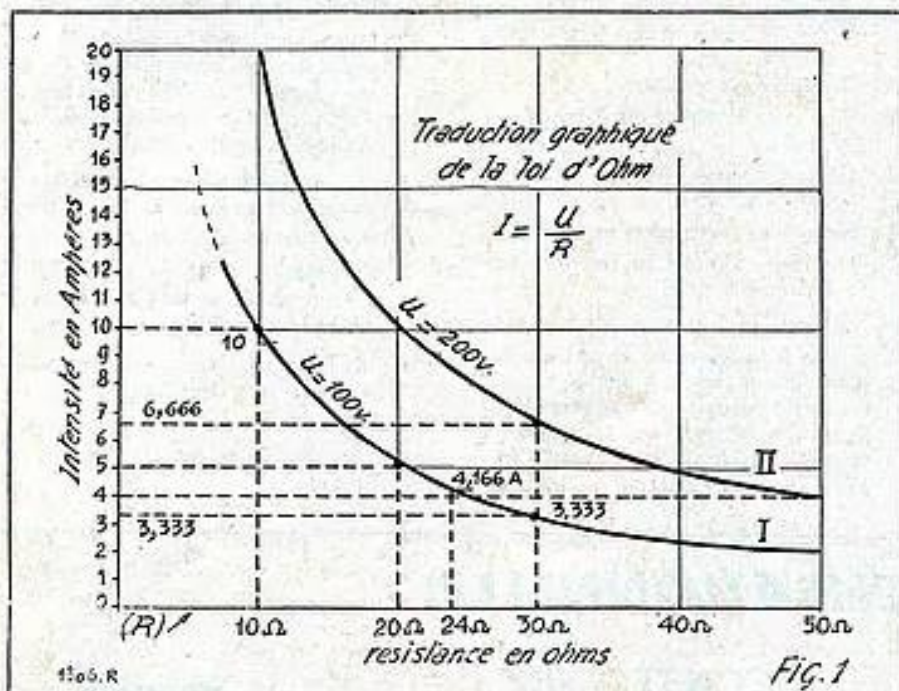

FIG. 1. — Nous prendrons des chiffres simples, soit : $U = 100$ volts et R ayant successivement les valeurs : 10, 20, 30, 40 et 50 ohms.
d) — Ensuite, si le mal persiste, c'est sur la bobine de filtrage (ou d'excitation du haut-parleur) que devront se porter nos doutes. La vérification de la bobine de filtrage se fait facilement à l'ohmmètre. Les courts-circuits intermittents entre spires (ou entre couches) sont assez rares et provoquent des augmentations de HT assez faibles accompagnées d'un accroissement du ronflement. Les courts-circuits entre bobinage et masse sont plus fréquents et entraînent des chutes complètes et rapides de la haute tension après filtrage (position V, du voltmètre : voir figure 1 de notre article dans le numéro 43).
La représentation schématique en est des plus simples puisqu'il ne s'agit que d'une triode à chauffage direct. La grille est l'électrode de commande avec ouverture en forme de point d'exclamation. Et c'est au travers de cette ouverture, qu'est visible la plaque ou anode lumineuse ; elle laisse apparaître une barre lumineuse dont la longueur maximum peut être de 14 mm (figure 1). Aussi, est-ce par une sorte de fantaisie imitative que sur la
NOUS donnons fig. 1 et 2 les courbes correspondant aux relations :
Sur les fig. 1 et 2 nous avons tracé chaque fois deux courbes seulement. En fait, on peut en tracer un nombre quelconque, ce qui constitue une famille de courbes.
La courbe tracée pour 100 volts est notée I sur la fig. 1.
La courbe correspondante est notée II sur la fig. 1.